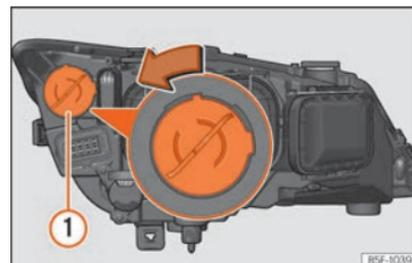

Abb. 108 Tagfahrleuchte.
– Drehen Sie den Lampenträger »» Abb. 108 ① nach links und ziehen Sie.